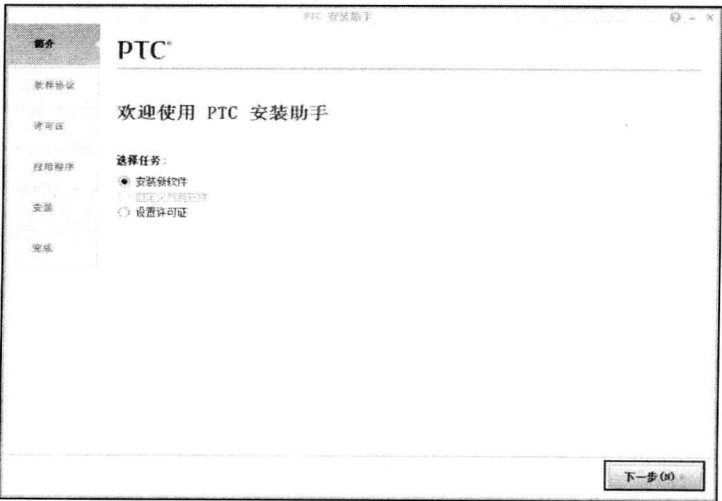

图 1-16
Step 01 将软件的第一张光盘插入光驱中，光驱自动对光盘进行扫描操作，经过少许时间后，将弹出“PTC 安装助手”对话框，如图 1-16 所示。